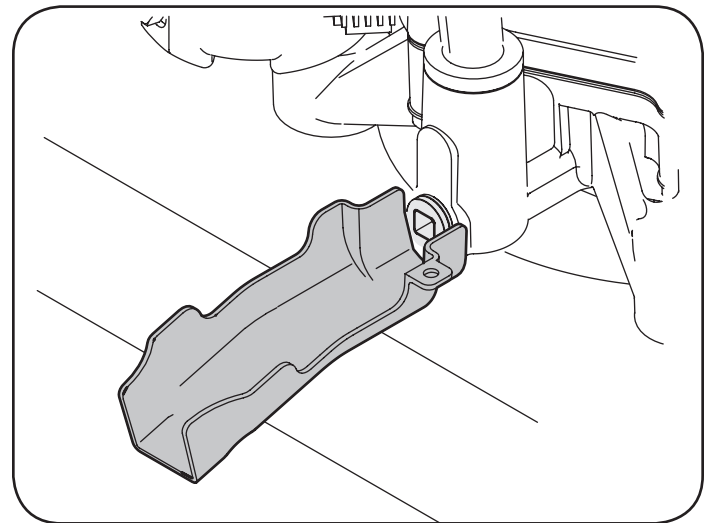

Figura 20
2. Coloque el extremo pequeño de la manga de drenado en el cárter de aceite. Vea la Figura 20.